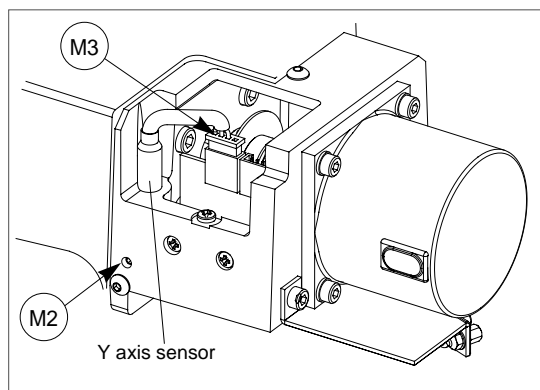

Fig. 51
- 13) disconnect the (M3) sensor's connector (fig. 51).